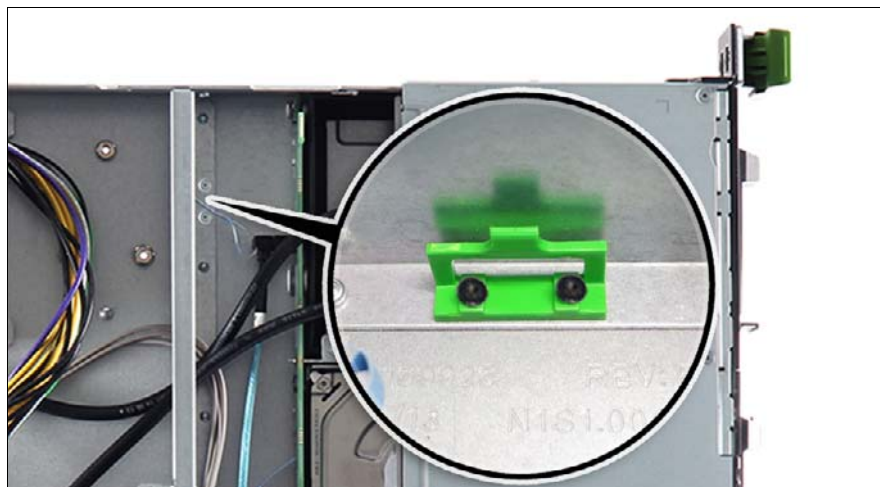

図 156: ファンブリッジ上の ODD ラッチの例
- ▶ 2 本のネジを取り外して、ODD ラッチをファンブリッジから取り外します（図 156 を参照）。
- ▶ 2 本のネジで ODD ラッチをファンブリッジに固定します (図 156 を参照)。